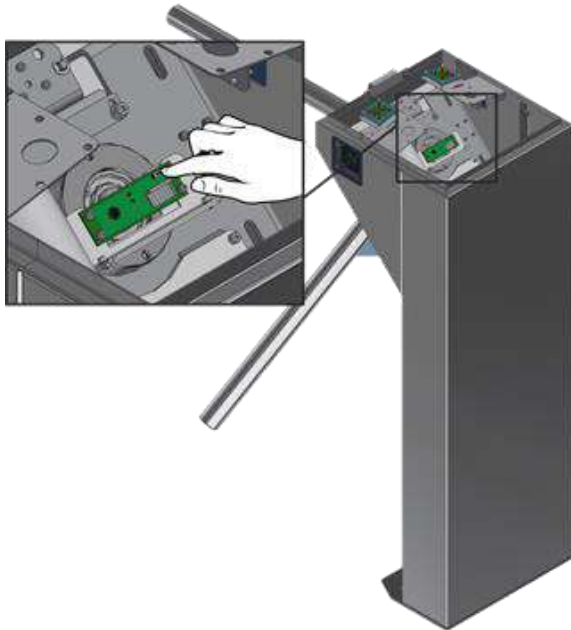
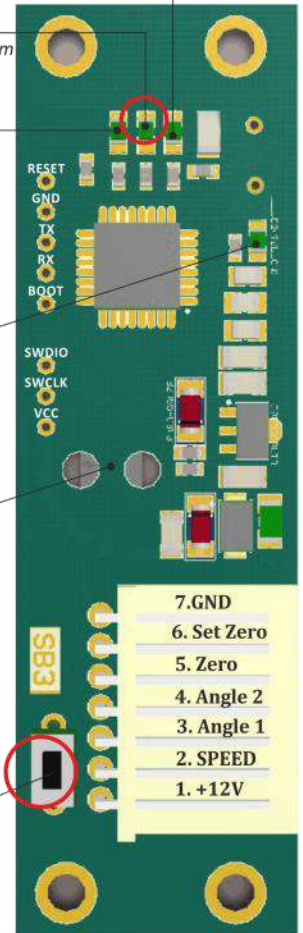

Рис. 21 – Установка нулевого положения поводка
Рис. 22 – Плата магнитного датчика PCB 730.01
1. На плате магнитного датчика (Рис.22) нажать и удерживать кнопку(Рис.21) установки нулевого положения (необходимо следить, чтобы усилие нажатия на кнопку не прогибало плату);
4. После отпускания кнопки на плате магнитного датчика должен загореться светодиод индикации нулевого положения (Рис.22);